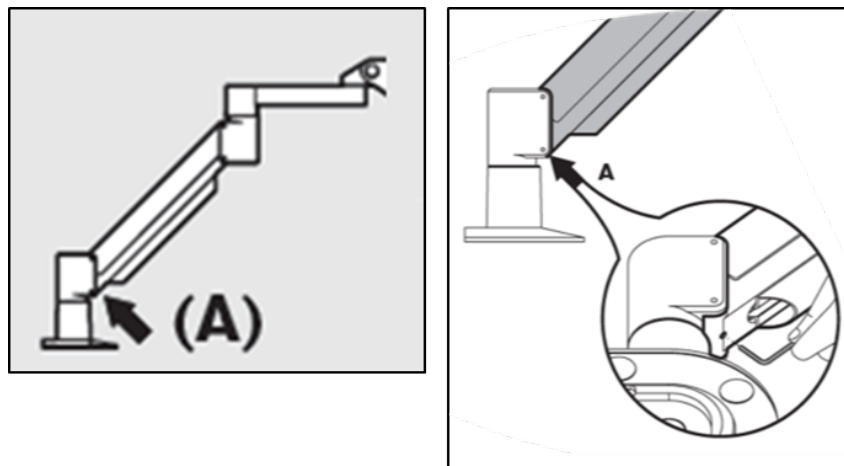

Bild 4-5. Lossa monteringskruven A för motvikt
- Om armen **glider nedåt** ska du lyfta armen så högt det går och lossa **monteringskruv A för motvikt** genom att vrida skruven minst en halv vridning. Använd en 3/32 insexnyckel. Se bild 4-5.
- Lyft armen till dess högsta läge och dra åt **monteringskrav A för motvikt** tills kontakt bildas och dra sedan åt ett halvt till högst tre fjärdedelars varv. Se bild 4-5.